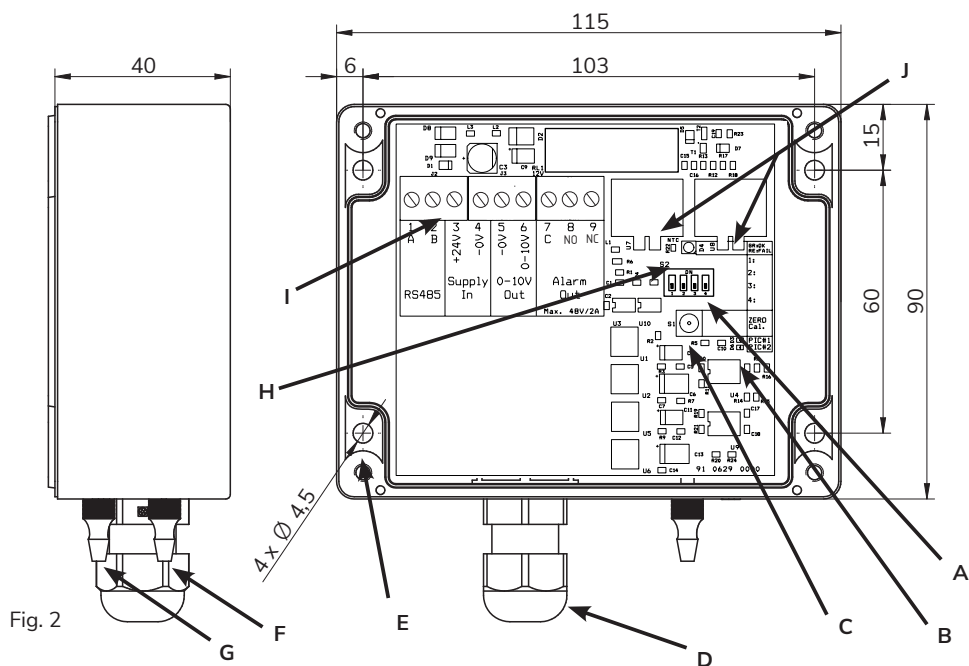

Fig. 2
Förklaring till fig. 2-A
Förklaring till fig. 2-B
Förklaring till fig. 2-C
Förklaring till fig. 2-D
Vid undertrycksmätning ska tryckslangen anslutas till tryckanslutningen (-) (fig. 2-F).
Vid övertrycksmätning ska tryckslangen anslutas till tryckanslutningen (+) (fig. 2-G).
- Ställ DIP-omkopplare 1 i läget PÅ (fig. 2-A).
- Håll knappen intryckt i 5 sekunder (fig. 2-C).
- Ställ DIP-omkopplare 1 i läget AV (fig. 2-A).